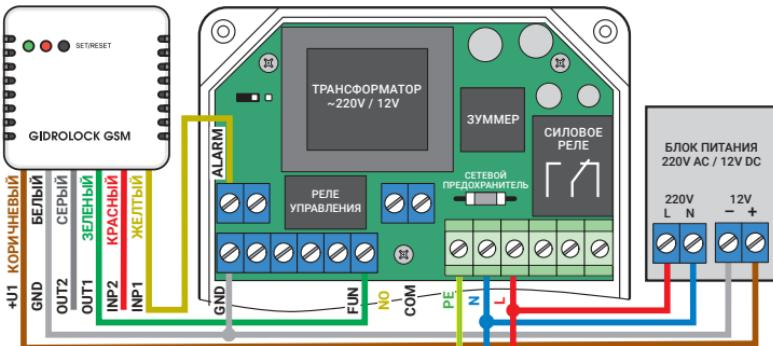

Рис. 10. Схема подключения GSM-модема GIDROLOCK с внешним блоком питания 12 В.
6.8. Рис. 10. Схема подключения GSM-модема GIDROLOCK с внешним блоком питания 12 В. Сигнал аварии ALARM с блока управления подается на вход INP1 GSM-модема GIDROLOCK для SMS оповещения об аварийной ситуации (протечка воды).